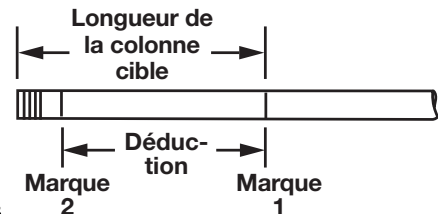

Figure 23
2. Réaliser la MARQUE 2 en mesurant la DÉDUCTION (tableau 2) à partir de la MARQUE 1 vers les filetages. (Fig. 23) La distance entre la MARQUE 2 et l'extrémité du conduit ne peut être inférieure à la LONGUEUR MINIMALE DE LA COLONNE.